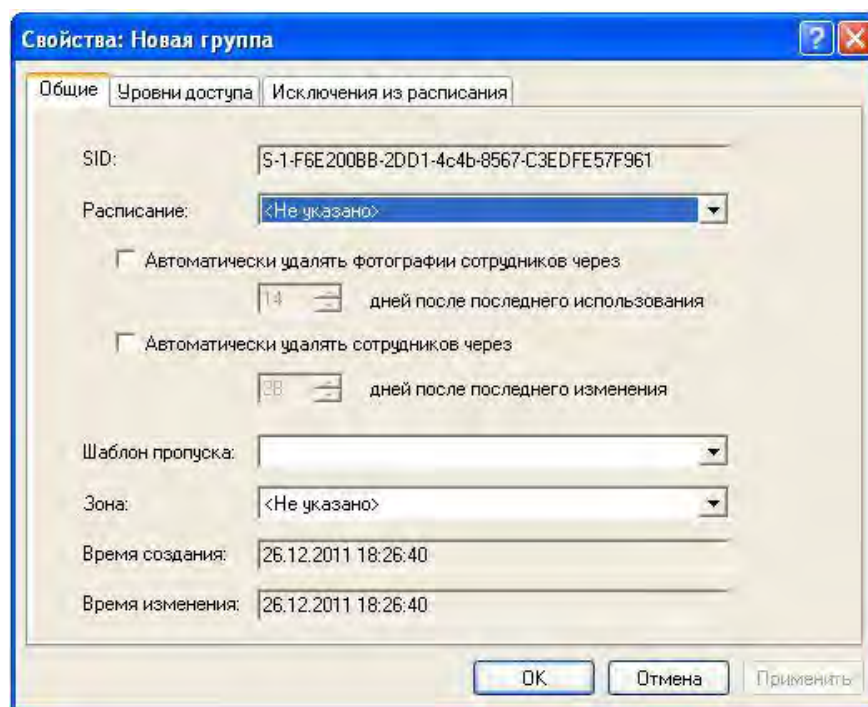
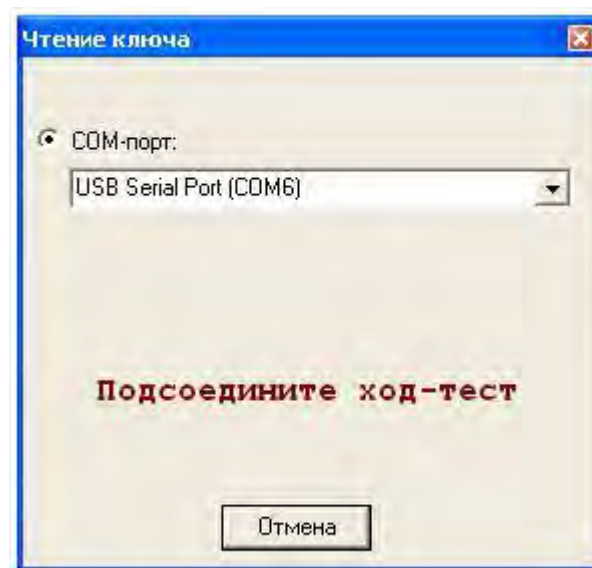

Рисунок 30.
Рисунок 33.
В окне свойств группы (пункт **Свойства** контекстного меню группы) настройте необходимые поля (Рис. 30).
Примечание. В поле **Расписание** (Рис. 30) задается расписание рабочего времени сотрудников группы, которое используется в дальнейшем для отчетов о рабочем времени. А расписание обхода маршрутов задается каждому сотруднику индивидуально, в форме **Свойства сотрудника** (п.2.4.2.6.2, Рис.33).
Присвойте номер КУП сотруднику. Для этого подключите прибор к компьютеру и нажмите кнопку **Считать**. В появившемся окне (Рис. 33) выберите порт, к которому подключен КУП. Считанный номер появится в поле **Номер прибора Ход-Тест (1)**.